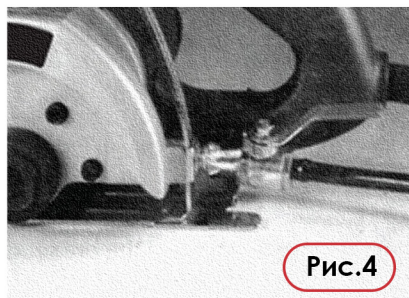

Рис.4
4. Совместите направляющую регулировки глубины резки с установленным узлом и зафиксируйте узел крепежным барашком (Рис. 4)